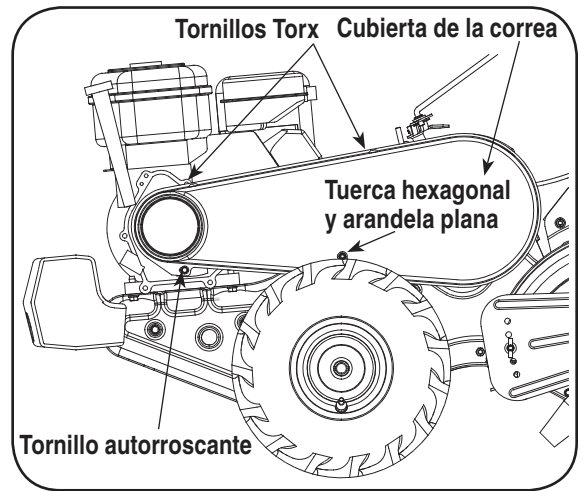

Figura 7-1
- Saque la cubierta de la correa desde el lado izquierdo de la cultivadora extrayendo los dos tornillos torx de la parte superior de la cubierta. Vea la Figura 7-1.